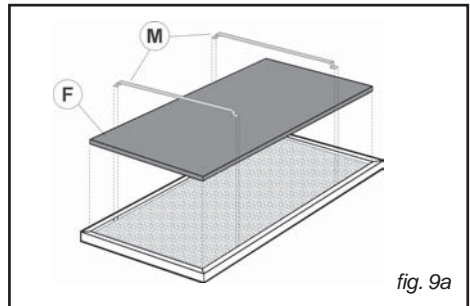

fig. 9a
Sluit de buis voor de luchtafvoer aan op de opening van de luchtafvoer van het apparaat: gebruik een buigzame buis en zet deze vast op de opening van de luchtafvoer met behulp van een metalen klem (buis en klem worden niet bijgeleverd). Verwijder de koolstoffilters (F) en de filterblokkeringen (B) die zich op het vetfilter bevinden (Afb. 9a-9b).